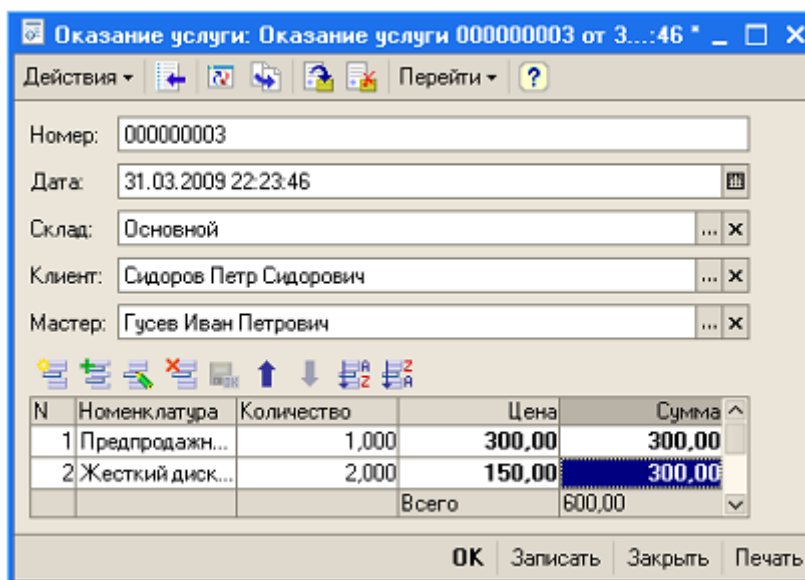

Рис. 92
- откройте документ Оказание услуги №1, внесите в него изменения – состав номенклатуры и дату документа (рис. 92);